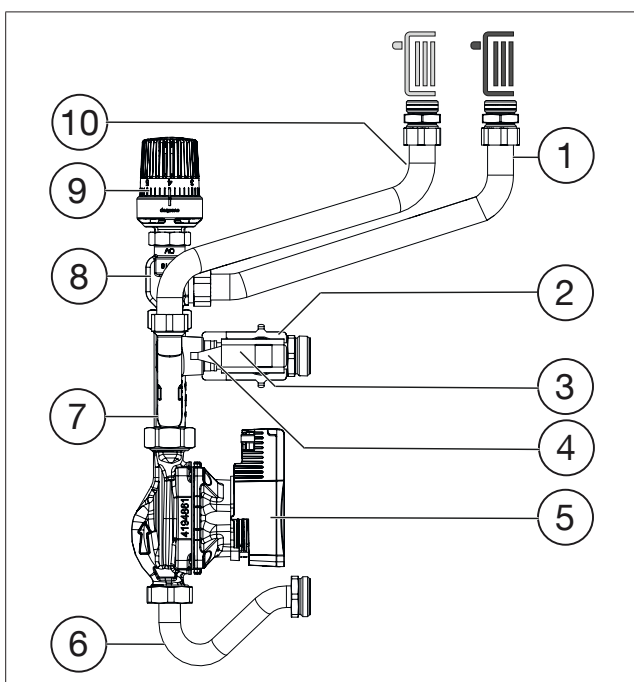
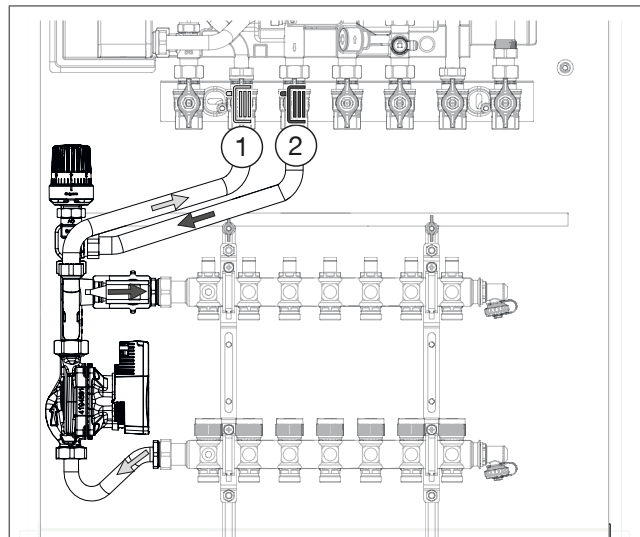

Fig. 2: Structura modulului de reglare a temperaturii de tur
Fig. 4: Circulația apei de încălzire în modulul de reglare a temperaturii de tur
Temperatura dorită de pe țeava de tur se reglează cu ajutorul regulatorului de temperatură (vezi fig. 2 de la pagina 7 (9)). Dacă senzorul de contact (vezi fig. 2 de la pagina 7 (4)) detectează o temperatură prea scăzută a apei de încălzire, regulatorul de temperatură începe să deschidă ventilul (vezi fig. 2 de la pagina 7 (8)). Apa caldă curge din țeava de tur a modulului termic „Regudis W-HTE“ în modulul de reglare a temperaturii de tur și este amestecată acolo cu apa de încălzire existentă. La atingerea temperaturii de tur setate, regulatorul de temperatură începe să închidă ventilul. Pompa de înaltă eficiență (vezi fig. 2 de la pagina 7 (5)) asigură circulația apei de încălzire de la modulul de reglare a temperaturii de tur către fiecare circuit de încălzire al distribuitorului pentru încălzirea prin pardoseală (vezi fig. 4 de la pag. 8).
1. Racordați modulul de reglare a temperaturii de tur la distribuitorul pentru încălzirea în pardoseală (fig. 4 de la pagina 8). Atenție la racordarea corectă a turului și returului!
2. După montarea modului de reglare a temperaturii de tur, strângeți bine piulița olandeză (cuplu de 50 Nm). (Piulița olandeză a țevii din inox (vezi fig. 2 de la pag. 7 (6)) de pe latura de aspirație a pompei este strânsă doar manual.)
3. Deșurubați capacul de protecție și înșurubați regulatorul de temperatură pe ventil (vezi fig. 2 de la pag. 7).
7. Racordați turul și returul modului de reglare a temperaturii de tur la modulul termic „Regudis W-HTE“ (vezi fig. 4 de la pag. 8) cu ajutorul țevelor flexibile din inox. Pentru aceasta, folosiți garniturile plate incluse (vezi fig. 1 de la pag. 5).